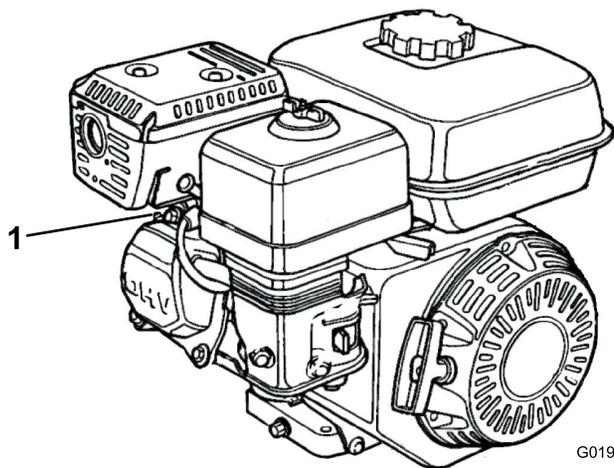

Рисунок 28
1. Отсоедините провод свечи зажигания от свечи зажигания (Рисунок 28).